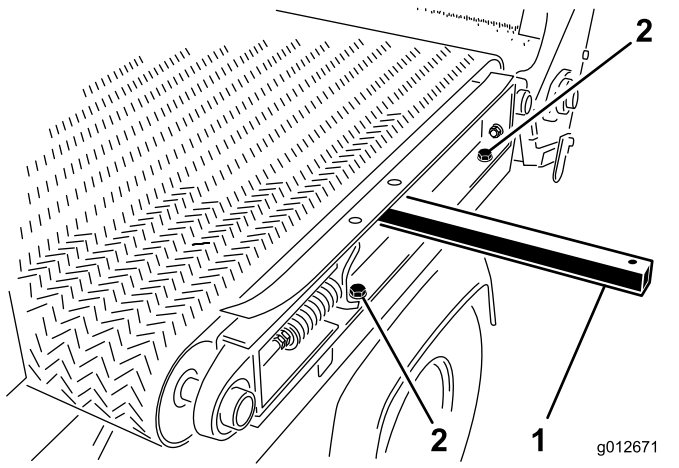

Bild 30
1. Montieren Sie auf der linken Seite der Maschine die Gleitrahmenschiene am linken Kotflügel (Bild 30) mit den beiden Bundkopfschrauben und Unterlegscheiben, die Sie in Demontage der Schiebepritsche \(Seite 25\) entfernt haben, und ziehen Sie die Bundkopfschrauben fest.